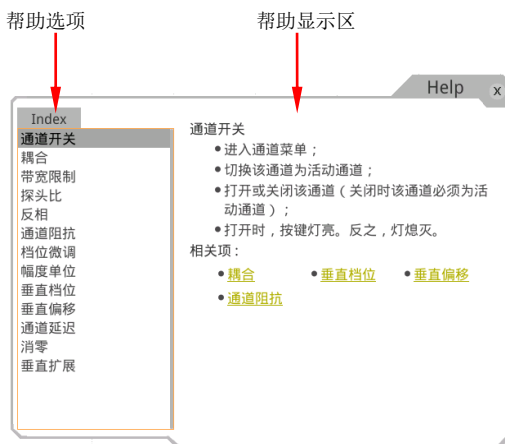

图 14 帮助信息
2. 按 **查看帮助** 键，屏幕弹出帮助界面，如图 14 所示。帮助界面主要分两部分，左边为“帮助选项”，右边为“帮助显示区”。